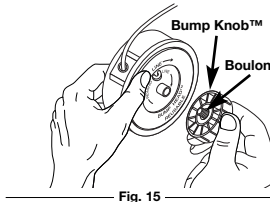

Fig. 15
1. Tenez la bobine extérieure d'une main et dévissez le bouton de butée vers la gauche (Fig. 15). Inspectez le bouton à l'intérieur du bouton de butée pour vous assurer qu'il se déplace librement. Remplacez le bouton de butée s'il est endommagé.